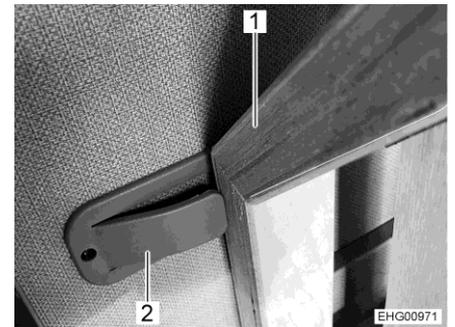

Fig. 71 Patte de verrouillage sur le sommier droit
- Appuyer sur la patte de verrouillage (Fig. 71,2) du sommier droit et rabattre la partie mobile du sommier (Fig. 71,1) vers le bas.
- Rabattre la partie mobile du sommier droit (Fig. 71,1) vers le haut et appuyer derrière la patte de verrouillage (Fig. 71,2).